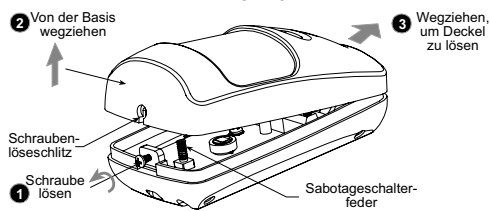

Abb. 3. Entfernen des Gehäusedeckels
A. Gehäusedeckel wie in Abb. 3 gezeigt entfernen.
- Gehäusedeckel wie in Abb. 3 gezeigt entfernen.